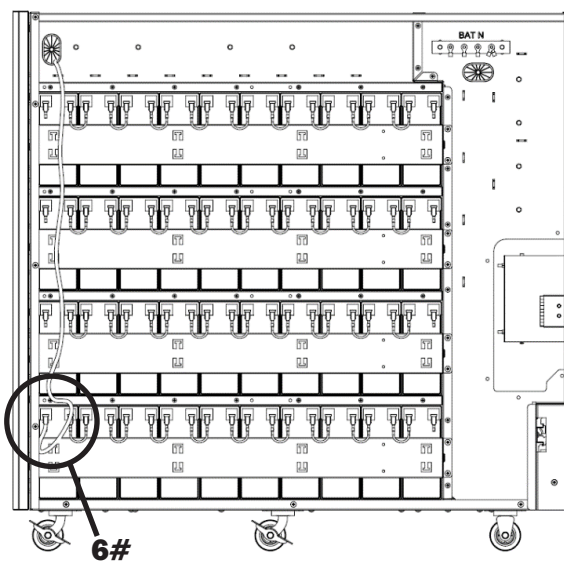

Figura 5-16B
22. Conecte la batería 20- del grupo 1 a la barra colectora de la batería - (BAT-) (Figura 5-16B).